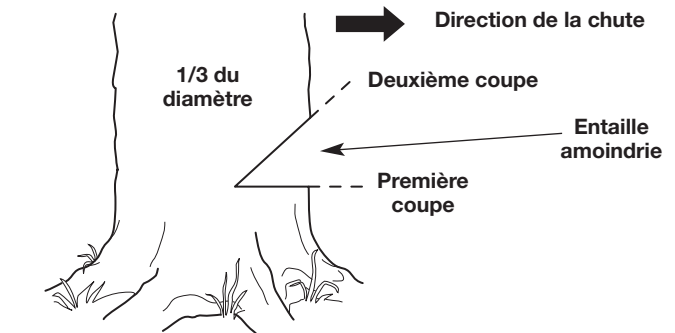

Fig. 17
1. Faites une coupe horizontale dans le tronc de l'arbre (Fig. 17). La coupe doit être environ du tiers du diamètre de l'arbre et près du sol. Pour éviter que le guide-chaîne ne soit pincé par le poids du bois, faites toujours cette coupe en premier.
2. Faites une coupe de 45° dans le tronc de l'arbre, par-dessus la première coupe (Fig. 17). Continuez la coupe jusqu'à ce que les deux entailles se rencontrent.